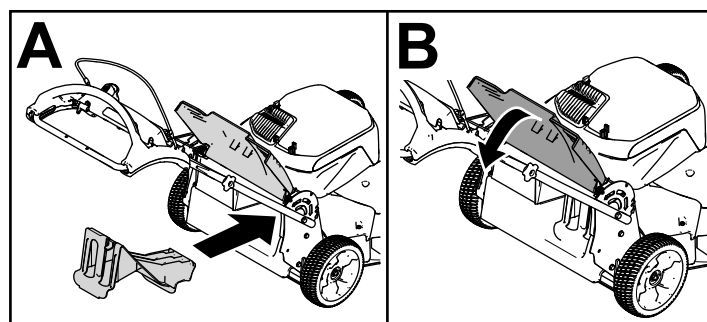

Bild 17
- Wenn die Heckauswurfklappe nicht eingesetzt ist, fassen Sie sie am Griff an, heben das Heckablenkblech an und setzen den Heckauswurfkanal ein, bis der Riegel arretiert, siehe Bild 17.
Wichtig: Stellen Sie sicher, dass die Heckauswurfklappe eingesetzt ist, bevor Sie den Rasenmäher als Recycler einsetzen (Bild 17).